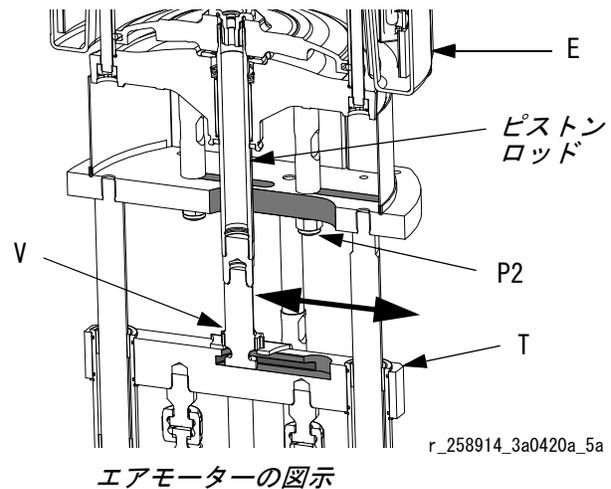

図 7
5. ピストンロッドをつかみ、インジケータラインの位置が使用する比率と合わさるまで、モーター (E) の位置をスライドさせます。図 6 と 図 7 を参照してください。